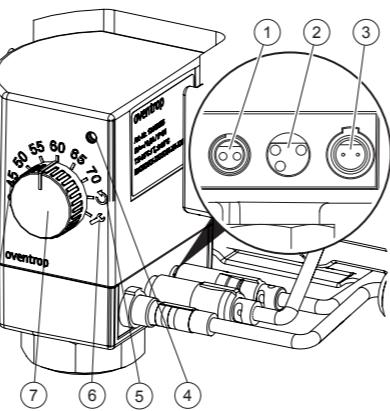

Fig. 1: Moteur avec réglage intégré de la température d'E.C.S.
2 Avant de procéder au montage du moteur, le moteur déjà en place doit d'abord être démonté. Pour le démontage, positionner le moteur sur Mode service (voir Fig. 1). Par cette manœuvre, le moteur ouvre et le démontage est facilité.
- 6 Raccorder les raccordements à emboîtement au moteur (voir Fig. 1).